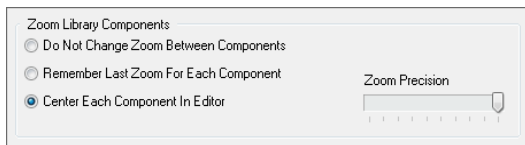

图 18-4 缩放比例对话框
2) 缩放按钮：单击打开缩放比例对话框，如图 18-4 所示。